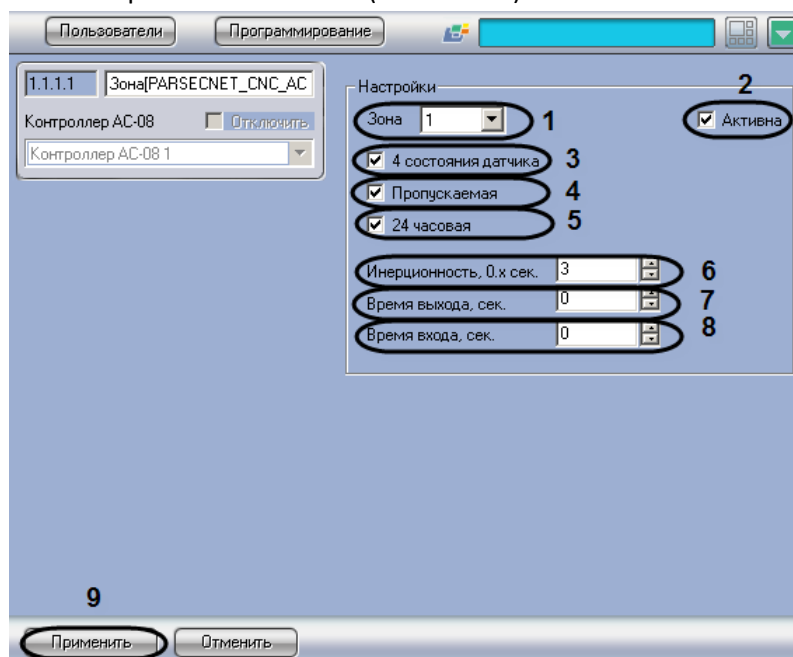

Рис. 3.5—9 Панель настроек объекта Зона
2. Из раскрывающегося списка объекта **Зона** выбрать порядковый номер охранной зоны (см.Рис. 3.5—9,1).
3. Установить флажок **Активна**, если необходима активация охранной зоны (см.Рис. 3.5—9,2).